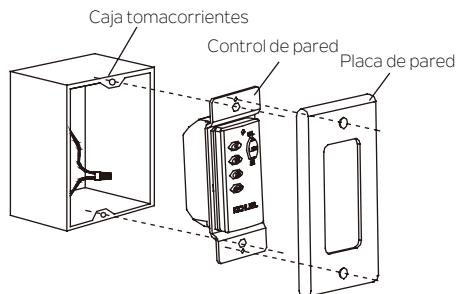

Fig. 26
**Paso 2.** Debe usar los tornillos provistos para asegurar el control de pared a la caja tormacorrientes de pared. (Fig. 26)